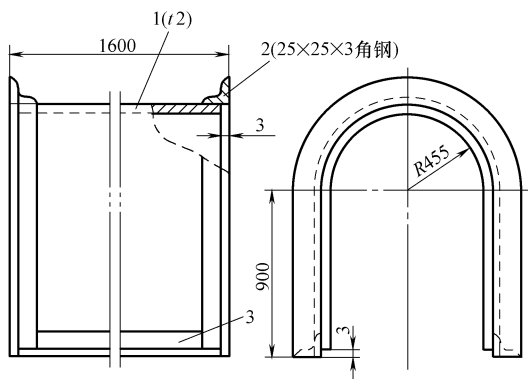

图 2-6
6. 计算图 2-6 所示结构件各单件的下料尺寸和质量 ($25\text{mm} \times 25\text{mm} \times 3\text{mm}$ 角钢单位长度质量为 1.12kg/m)。